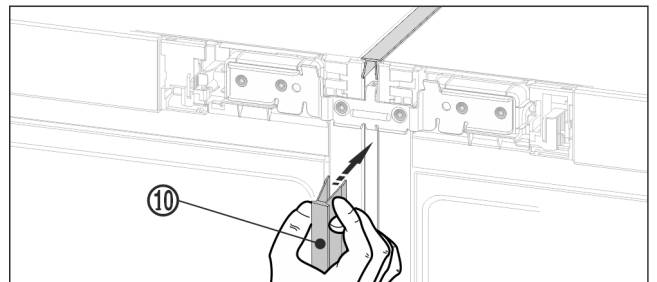

Fig. 21 *
- ▶ Auf der Vorderseite die lange Abdeckleiste Fig. 21 (10) in den vertikalen Spalt drücken. Darauf achten, dass die Leiste auf dem Verbindungsblech aufsteht.*